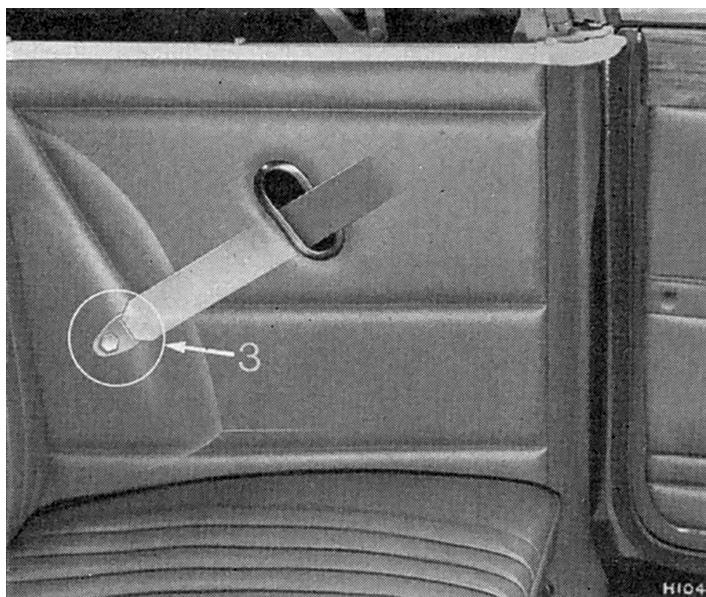

Fig. 138. Fixation au passage de roue (Cabriolet)
2. Dévisser l'écrou de pivot (2) et retirer la rondelle ondulée et l'entretoise de pivot du passage de roue (3) (Fig.138).